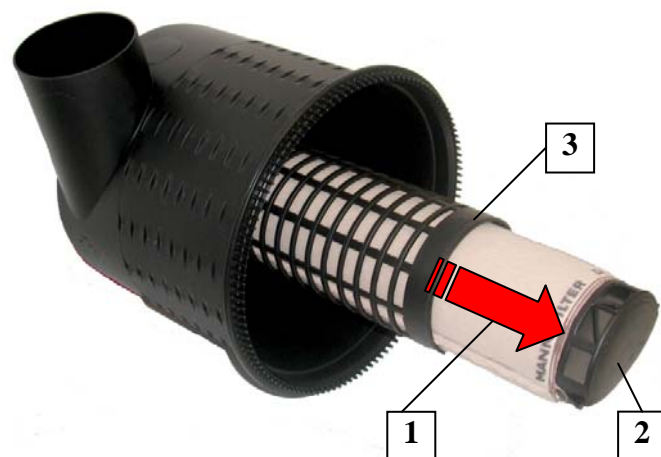

Fig. 10 Elemento secundario (modelo A) retirar
- Agarrar el elemento secundario (1) por la agarradera (2) y extraerlo del tubo (3) del interior de la carcasa (véase Fig. 10).